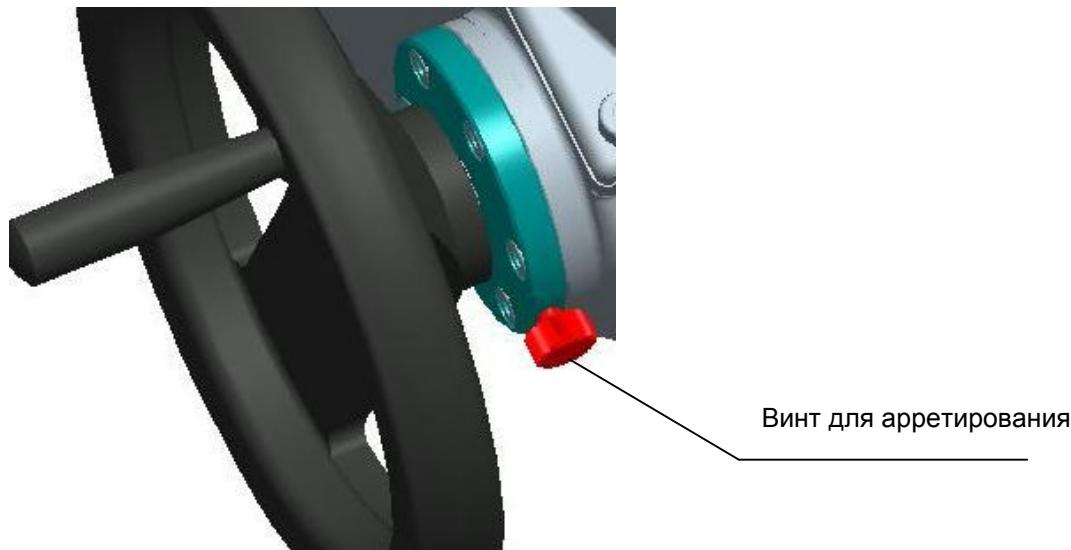

Рис. 15
- Во время ручного управления необходимо нажать арретирующую кнопку (рис.15). После окончания ручного управления арретирующую кнопку выключите.